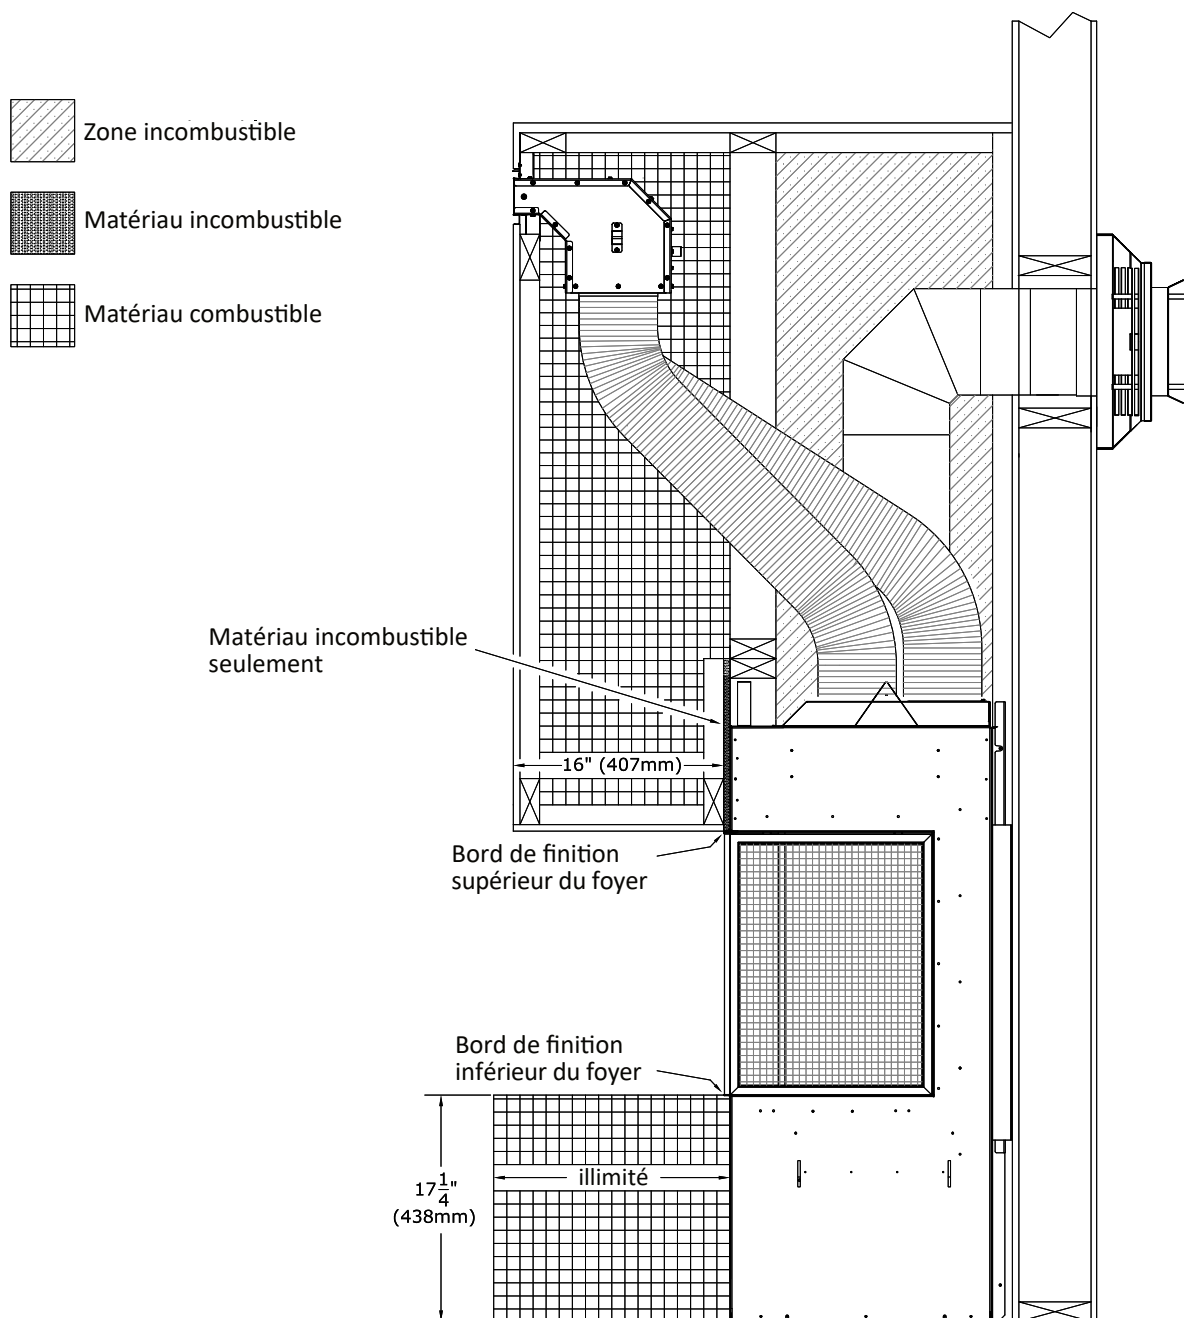

Figure 2.15 - Projections d'enceinte et de l'âtre à l'avant
- **Projection du manteau incombustible:** Un manteau incombustible ayant 16 po (406 mm) de projection maximum peut commencer à 0 po (0 mm) des bords de finition supérieurs et latéraux situés à l'avant et au côté du foyer. Voir les Figures 2.15 et 2.16.
- **Projection d'enceinte incombustible:** Une enceinte de foyer en matériaux incombustibles ayant une projection maximum de 16 po (406 mm) peut être installée à 0 po (0 mm) des bords de finition supérieurs et latéraux situés à l'avant et au côté du foyer. Voir les Figures 2.15 et 2.16.
La Figure 2.15 montre le kit KZK installé dans une projection d'enceinte incombustible ayant 16 po (406 mm) de projection à l'avant du foyer. Cette projection de 16 po (406 mm) peut aussi s'appliquer à une projection d'enceinte incombustible au côté du foyer.